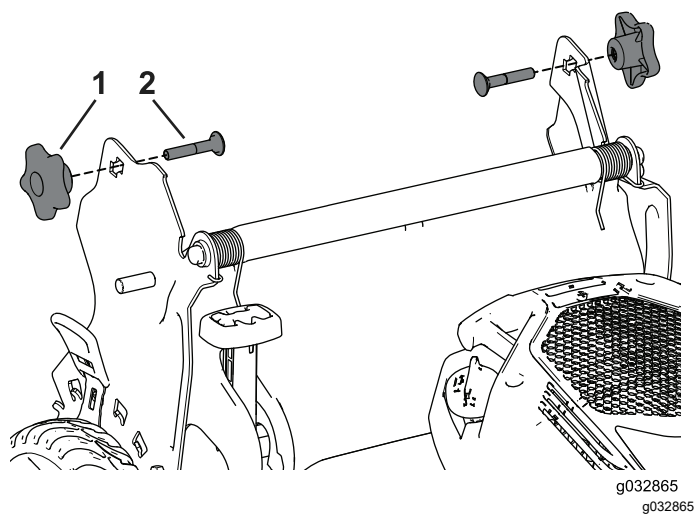

Figure 24
3. Insérez le boulon de carrosserie (la tête du boulon vers l'intérieur) dans le support de la poignée et dans le trou supérieur à l'extrémité de la poignée. Vérifiez que les bords carrés de chaque boulon de carrosserie s'engagent dans le trou carré supérieur ou inférieur du support de poignée correspondant (Figure 24).